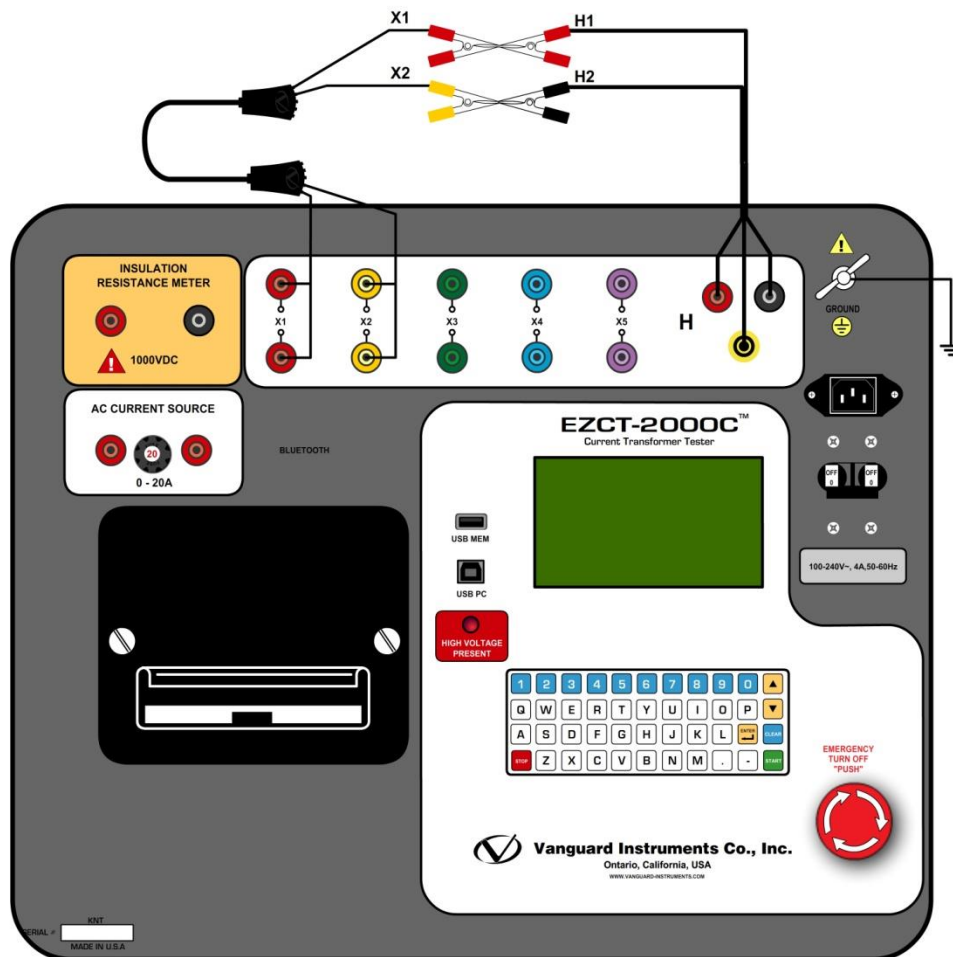

Figura 28. Conexões de teste de verificação de relação de transformação do EZCT-2000C
- cabo de teste X1 ao cabo de teste H1 conforme mostrado na Figura 28.
- cabo de teste X2 ao cabo de teste H2 conforme mostrado na Figura 28.